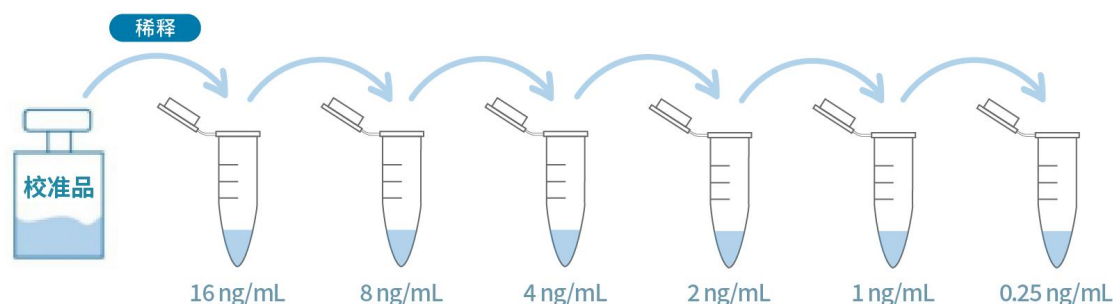

图 3. 校准品稀释操作示例
3. 校准曲线配制：参照图 3 和表 3 对校准品进行梯度稀释。